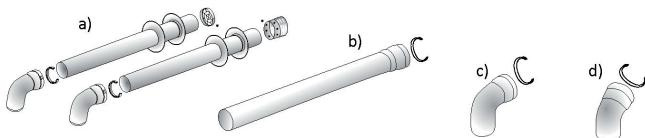

Рис.13
В зависимости от условий места установки котла можно сделать двойное (раздельное) соединение, чтобы котел мог получать воздух для горения из окружающей среды через первую трубу и выбрасывать отработанные газы через вторую трубу. Длина труб свежего воздуха и отработанных газов и количество используемых отводов приведены в таблице 6. Соединительные элементы для установки двойного(раздельного) дымохода (Рисунок 13)
1. Набор двойного(раздельного) герметичного дымохода $\varnothing 80 \times 80 \text{ mm}$ (Рисунок 13а)
2. Удлинитель 500 mm / 1000 mm $\varnothing 80 \times 80 \text{ mm}$ (Рисунок 13б)
- 3 . 90° отвод $\varnothing 80 \times 80 \text{ mm}$ (Рисунок 13с)
4. 45° отвод $\varnothing 80 \times 80 \text{ mm}$ (Рисунок 13д)